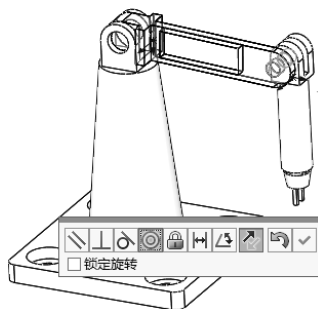
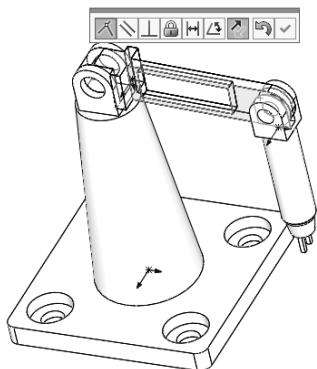

图 5-44 选择配合面 2
图 5-45 选择配合面 3
**06** 添加装配关系。选择菜单栏中的“插入”→“配合”命令，或单击“装配体”控制面板中的“配合”按钮，系统弹出“配合”属性管理器，如图 5-40 所示。选择图 5-44 所示的配合面，在“配合”属性管理器中单击“同轴心”按钮，添加“同轴心”关系，单击“确定”按钮。选择图 5-45 所示的配合面，在“配合”属性管理器中单击“重合”按钮